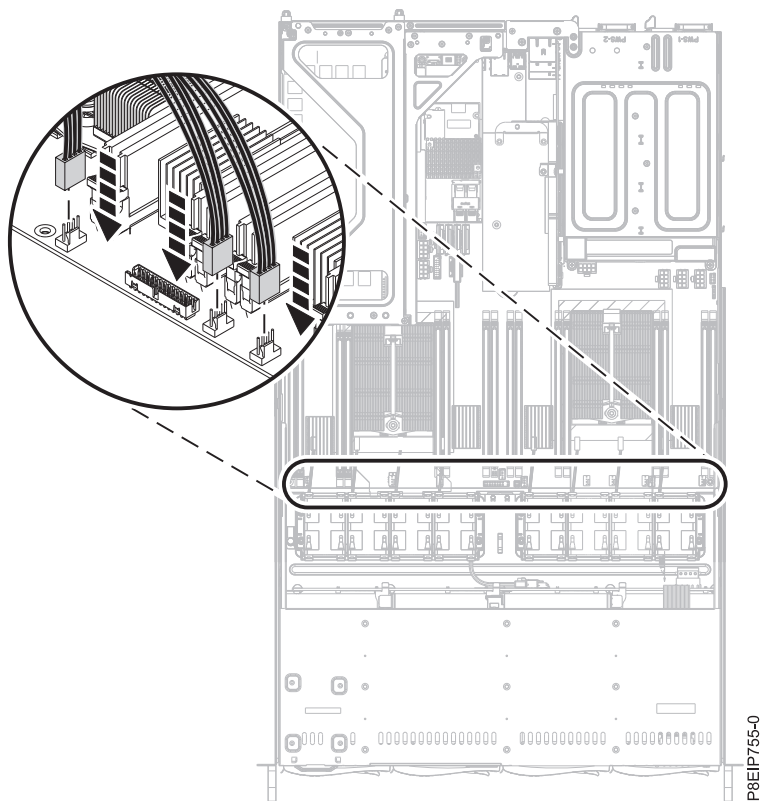

Figure 21. Remplacement du connecteur
- 4. Connectez le câble de ventilateur au fond de panier système, comme indiqué dans la figure 21, à la page 25.